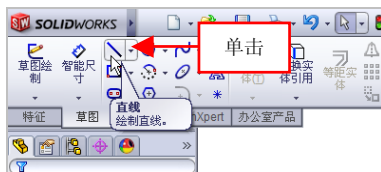

图 2-7 单击【直线】按钮
(2) 在命令管理器中, 切换至【草图】选项卡, 单击【直线】按钮, 如图 2-7 所示。